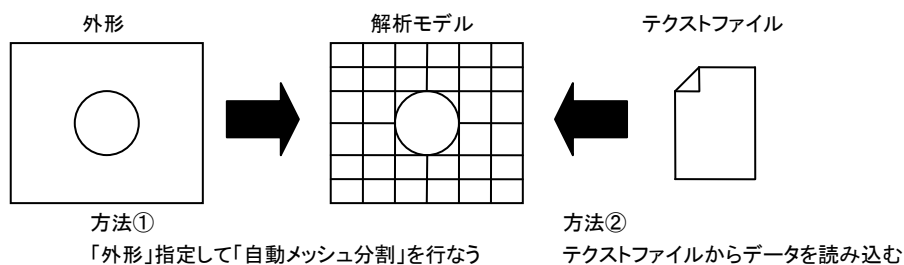

図 6-1-7 解析モデルの作成方法
これが最も一般的なプログラムの使用方法で、図 6-1-7 に「方法①」としてしめしてあります。
しかし、対象とする材の形状によっては、プログラムに用意された機能だけではどうしてもうまくいかないというケースも出てきます。この場合は、あらかじめユーザーが用意した要素データをテキストファイルに書き出し、これをプログラムに読み込ませる、という方法をとることもできます。これが図 6-1-7 にある「方法②」です。